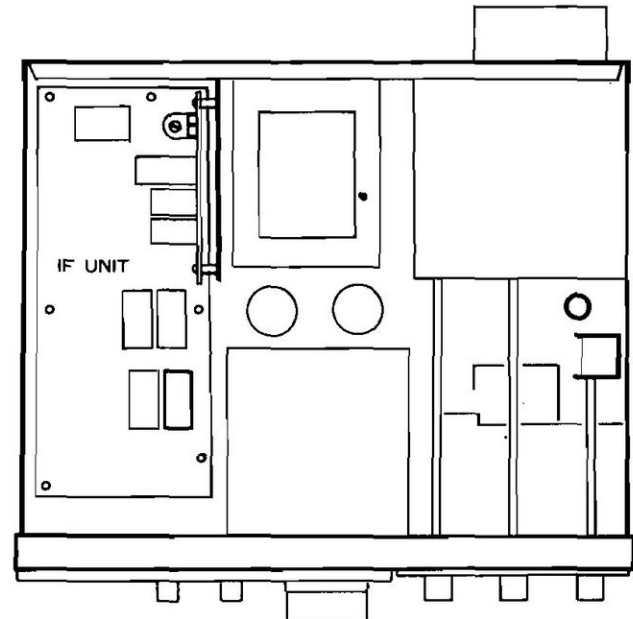

Figure 2
2. Togliere le 6 viti che fissano l'unità IF (ubicata nella parte sinistra del telaio, se visto dalla parte anteriore - Fig. 2).